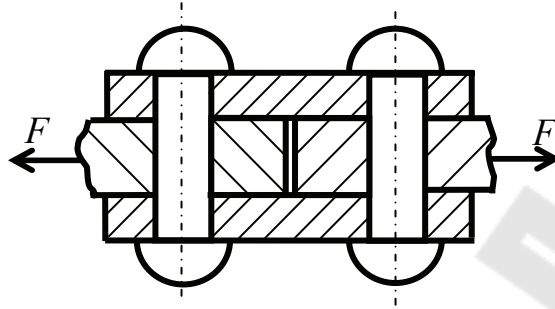

Рис. 29
3. Для заклепочного соединения (рис. 29) определить напряжения среза, если сила  $F = 40$  кН, диаметр под заклепку  $d_0 = 11$  мм, общее число заклепок  $z = 10$ .